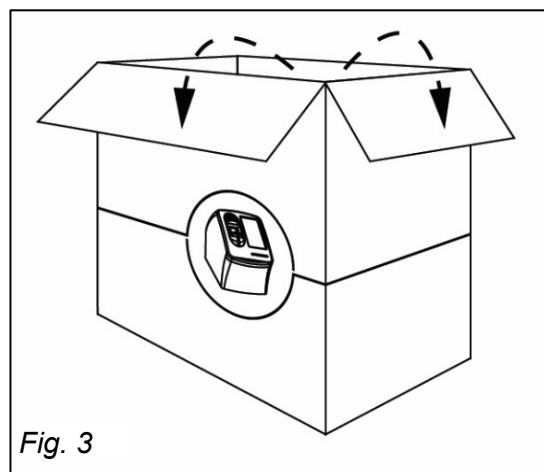

Fig. 3
2.2.1. Mettez le carton en position verticale et ouvrez les rabats supérieurs (Fig. 3)